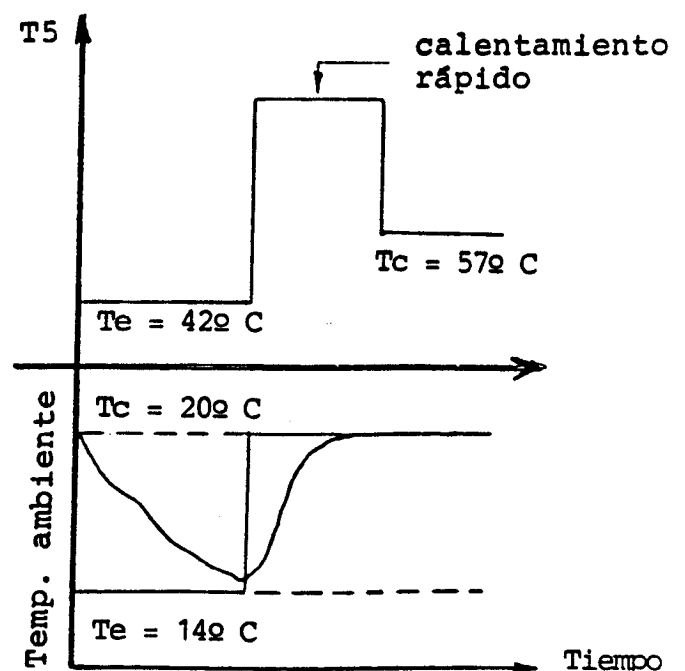

Fig. 2
- (1) Temp. máx.  $50^\circ\text{C}$ . durante 15 min.
- (2) Duración total del arranque progresivo: 32 min. para el ejemplo de la fig. 2.